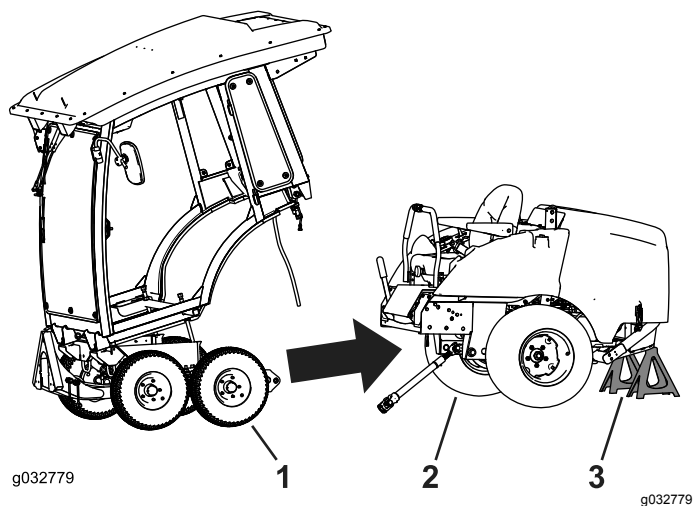

Figure 68
1. Alignez le cadre d'hiver sur le cadre de la machine, et faites-le rouler en arrière (Figure 68).
3. Utilisez des chandelles pour soutenir la machine (Figure 68).